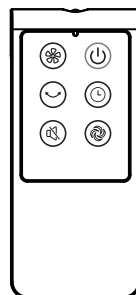

Abb. 10
I. Fernbedienung (Abb. 10)
- (1) Schieben Sie die Batteriefachöffnung auf.
- (2) Legen Sie die Batterien ein und achten Sie dabei auf die richtige Polarität gemäß Abb. 10.
- (3) Schließen Sie dann wieder die Abdeckung.